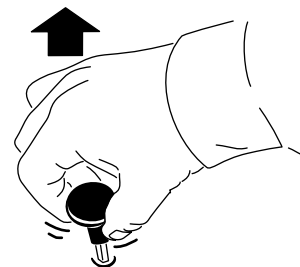

Figura 12
- Puxe o interruptor para fora (Figura 12) para engatar a PTO ou ativar o acessório (dependendo da configuração do acessório)